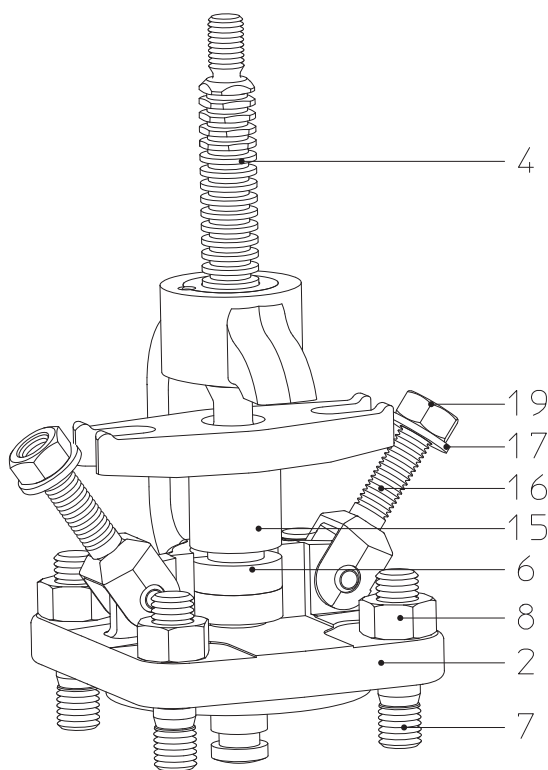

Fig. 14: Ejecución con tornillos articulados
Dado el caso, volver a empaquetar la empaquetadura (pos. 6) obsérvese las indicaciones de advertencia (Fig. 14)